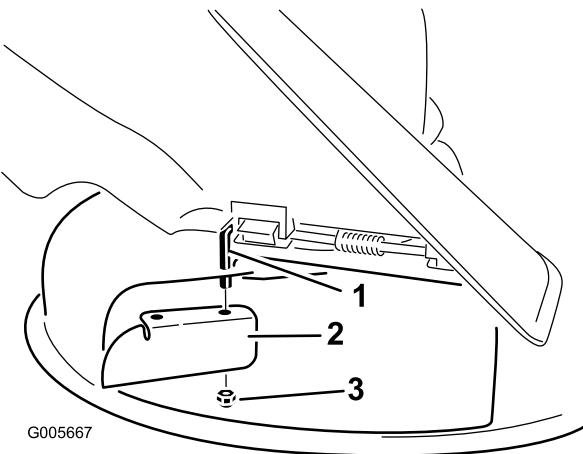

Bild 26
- Montieren Sie das Versatzablenklech an der frei liegenden Gelenkstange (Bild 26).
3. Entfernen Sie das Versatzablenkblech vom Mähwerk (Bild 26).